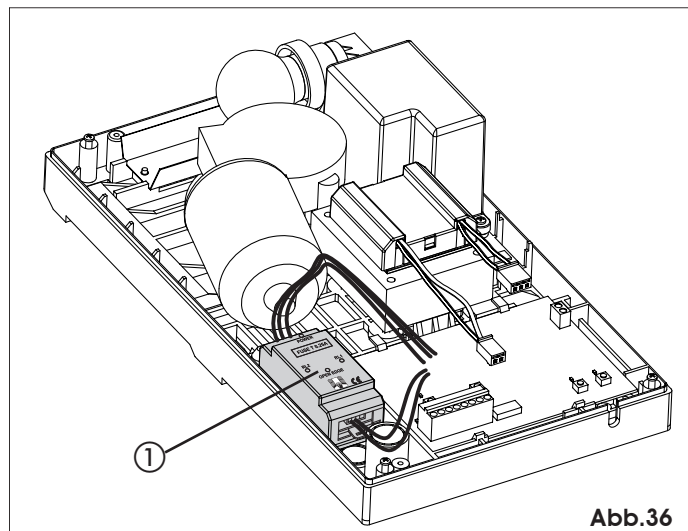

Abb.36
Die Verwendung der Sicherheitsleiste mit Leiterelement wird dadurch erleichtert, dass die entsprechende Steuereinheit in den Antrieb integriert werden kann (Abb. 36 Bez. ①).
- Die Kontrolleinheit wie in der Abb. 36 angegeben positionieren.